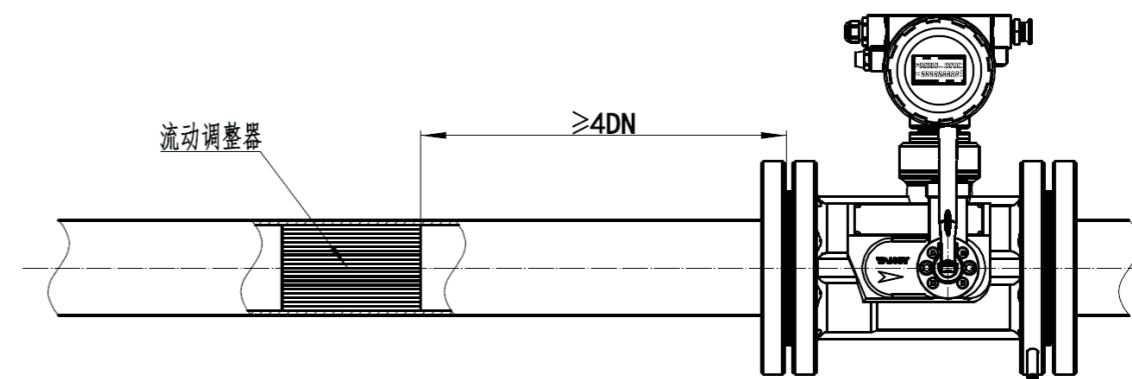

图7 超强扰动时流量调整器安装图
5.5.4 流量计本身配置性能优良的内置式整流器，对于如标准GB/T 18940/ISO 9951《封闭管道中气体流量的测量涡轮流量计》所述的低水平扰动情况，须保证前直管段 $\geq 2DN$ ，后直管段 $\geq 1DN$ ；对于标准所述的高水平扰动，须保证前直管段 $\geq 10DN$ ，后直管段 $\geq 5DN$ ；对于超强扰动源如产生强烈偏心出口喷射流的调压器等，建议在流量计上游安装流动调整器（流动调整器应符合GB 2624.2要求），整流器出口到流量计入口连接端 $\geq 4DN$ ，如图7所示。